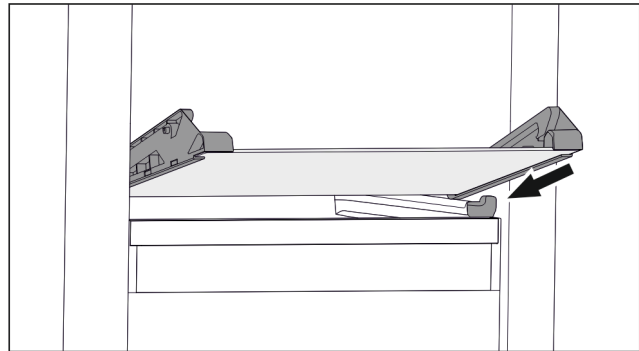

Fig. 71 Стеклопластина откидного выдвижного ящика
- ▶ Наклоняя вниз, установите стеклянную пластину за стопоры. (см. Fig. 71)